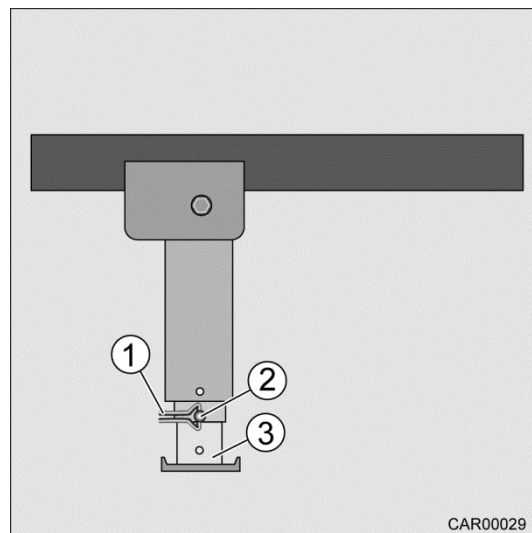

Fig. 35 Béquille arrière à manivelle
3. Enlever la pince de sécurité (Fig. 35/1) de l'axe (Fig. 35/2).
4. Tirer l'axe (Fig. 35/2) hors du prolongement du pied d'appui (Fig. 35/3).
5. Sortir le prolongement du pied d'appui (Fig. 35/3) sur la longueur souhaitée.
6. Enficher l'axe (Fig. 35/2) dans le prolongement du pied d'appui (Fig. 35/3) et le bloquer avec la pince de sécurité (Fig. 35/1).
2. Enlever la pince de sécurité (Fig. 35/1) de l'axe (Fig. 35/2).
3. Tirer l'axe (Fig. 35/2) hors du prolongement du pied d'appui (Fig. 35/3).
4. Glisser le prolongement du pied d'appui (Fig. 35/3) complètement à l'intérieur et enficher l'axe (Fig. 35/2) dans l'alésage.
5. Bloquer l'axe (Fig. 35/2) avec la pince de sécurité (Fig. 35/1).